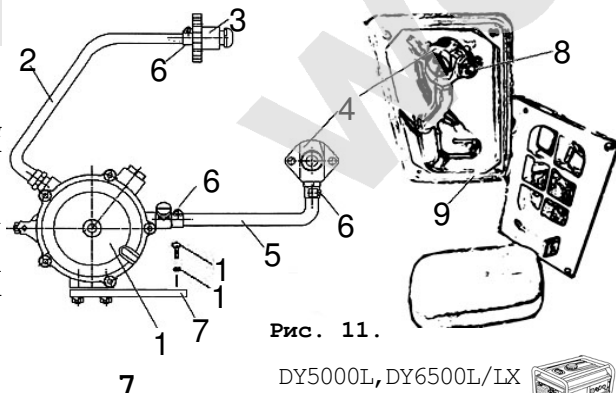

Рис. 11.
5.5.1. В качестве топлива используется бензин марки АИ-92, а также бытовой сжиженный баллонный газ: пропан и пропан бутан, в случае установки газовой системы питания поз. 28 (рис. 1), см. также рис. 11.
5.5.2. Газовый шланг высокого давления поз. 2 (рис. 11) укомплектован штуцером поз. 3 (рис. 11) для подключения к бытовому газовому баллону с резьбой: M22x1,5 LH. Допускается установка штуцера с параметрами в соответствии с требованиями Заказчика (Покупателя).
5.6.3. При использовании бензина перевести рычаг управления воздушной заслонкой поз. 9 (рис. 1) в крайнее левое положение при пуске холодного двигателя и в промежуточное положение при пуске прогретого двигателя. При использовании газа нажать на несколько секунд кнопку в центре регулятора поз. 1 (рис. 11) для заполнения впускной трубы газом, затем отпустить кнопку.